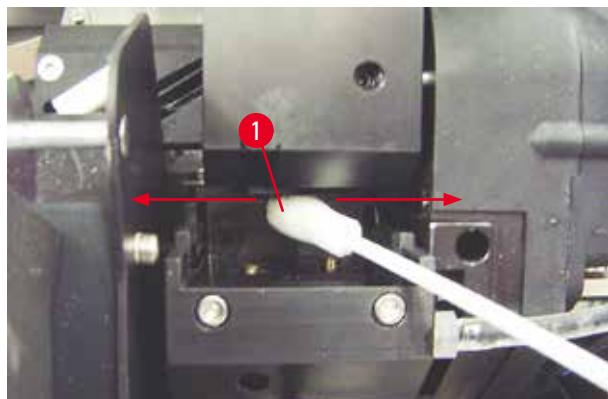

図 51
5. 綿棒を印字ヘッドの隙間に慎重に挿入します(→「図 51」)。軽く上方に(印字ヘッドに)押し付けながら、綿棒を前後に動かします(約 10 回)。この手順で、乾燥したインク残留物を取り除きます。